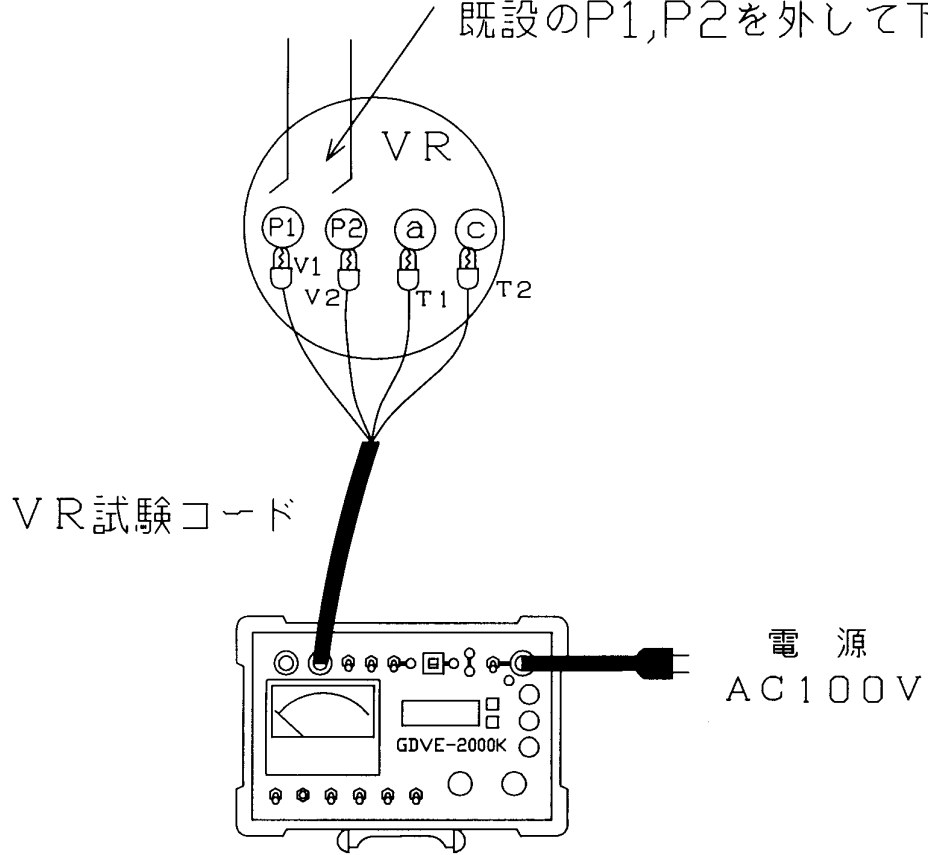

図9：試験回路図—単体試験（停電状態）
6. 以上のような点を注意し、試験回路を構成します。(図9)